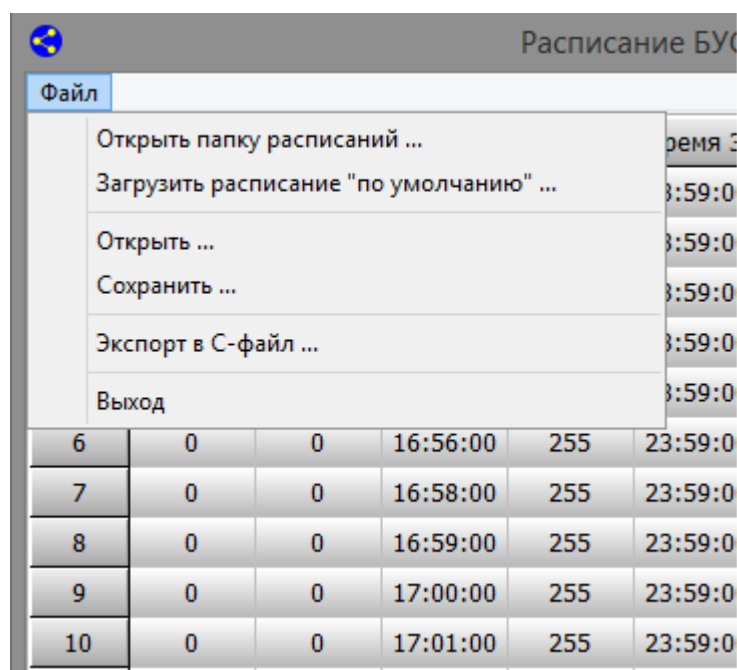

Рисунок 15 – Меню «Файл»
11.7.5 Меню «Файл» позволяет загрузить и сохранить расписание на диске компьютера (рисунок 15).